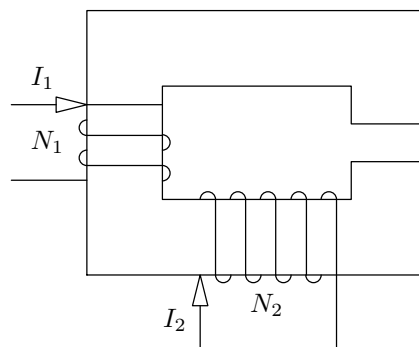

Figura 9.3: Circuito magnético del problema 14.
14. Calcula el valor de la inducción magnética en el entrehierro en el circuito magnético de la figura 9.3, sabiendo que la longitud media del hierro es 120 cm, la longitud del entrehierro es 2 mm, el área transversal vale 10 cm2, la permeabilidad relativa del hierro tiene un valor de 1.000,  $N_1 = 5$ ,  $N_2 = 10$ ,  $I_1 = 2$  A e  $I_2 = 0,1$  A.